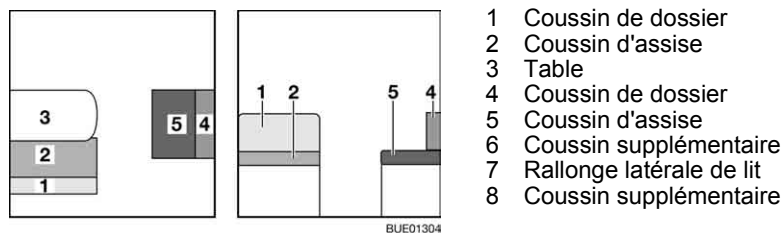

Fig. 131 Avant la transformation
- Convertir la table (Fig. 131,3) en sommier de lit (voir paragraphe 6.11).
- Enlever le coussin de dossier (Fig. 131,1) et le placer de côté.